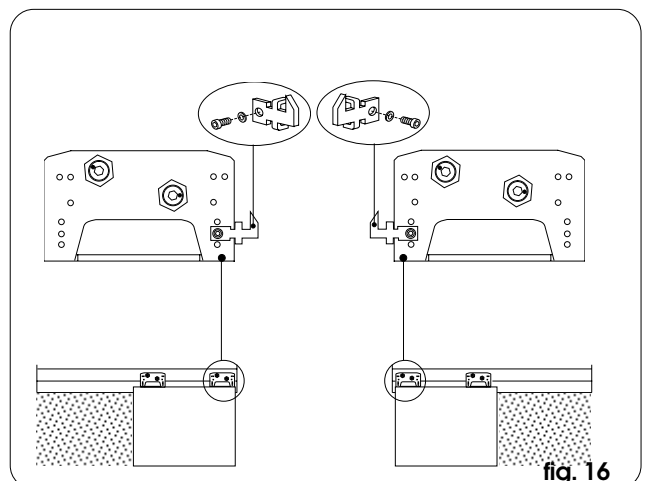

fig. 16
- Sur les portes à un seul vantail: si on utilise le verrou, fixer les crochets sur le chariot côté fermeture d'après la fig. 16 dans le trou central parmi les trois qui sont prévus.